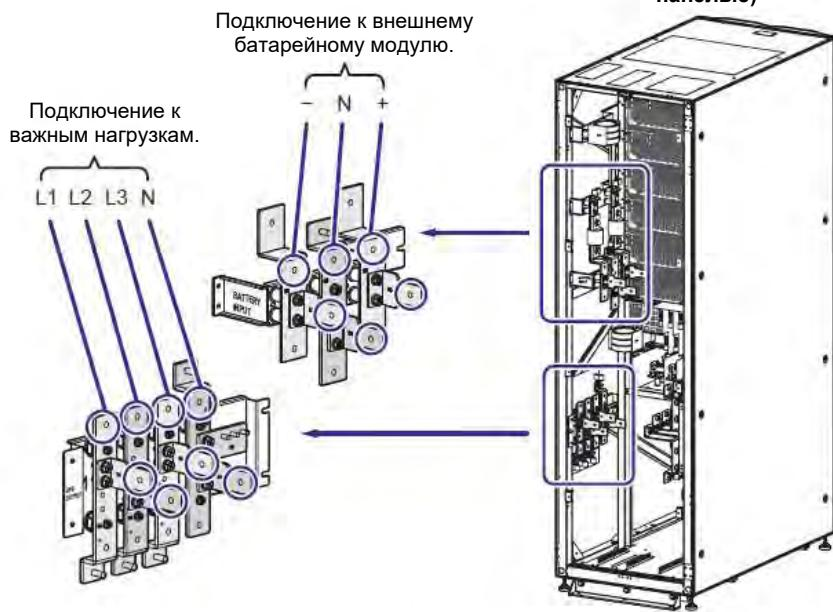

Рисунок 5-16: Схема верхнего подключения одного ИБП к одной линии. Шаг 2
- Рисунок 5-16: Схема верхнего подключения одного ИБП к одной линии. Шаг 2**